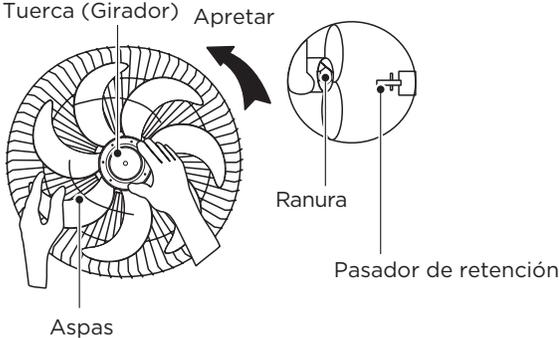

Fig.6
**2** Inserte las aspas en el eje y asegúrese de que el pasador del eje del rotor encaja en la ranura de las aspas. Gire la tuerca (girador) en sentido contrario a las agujas del reloj para apretar el aspa. (Fig. 6)